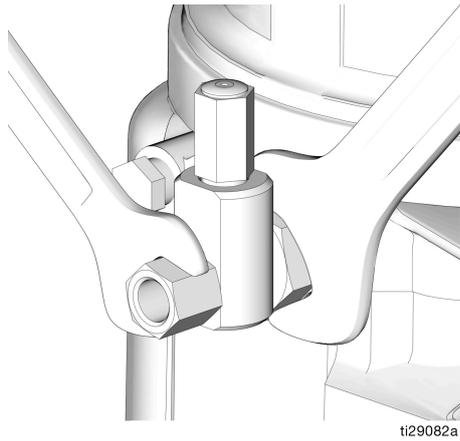

FIG. 32
1. Allentare il raccordo dell'elemento pompa (FIG. 32).
3. Stringere il raccordo dell'elemento pompa utilizzando due chiavi operanti in direzioni opposte (FIG. 32).